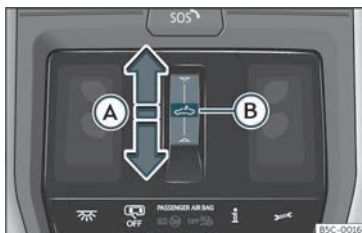

Fig. 92 No revestimento interior do teito: tecla do teito de vidro.
- Movemento automático: desliza o dedo cara atrás sobre a área funcional >>> **fig. 92 A**.
- Antes de que transcorran aprox. 5 segundos dende a activación da función antiaprisionamento, deslice o dedo cara adiante sobre a área funcional ㄱ»» fig. 92 ㉠ e manteña premido ata que o teito se peche completamente.